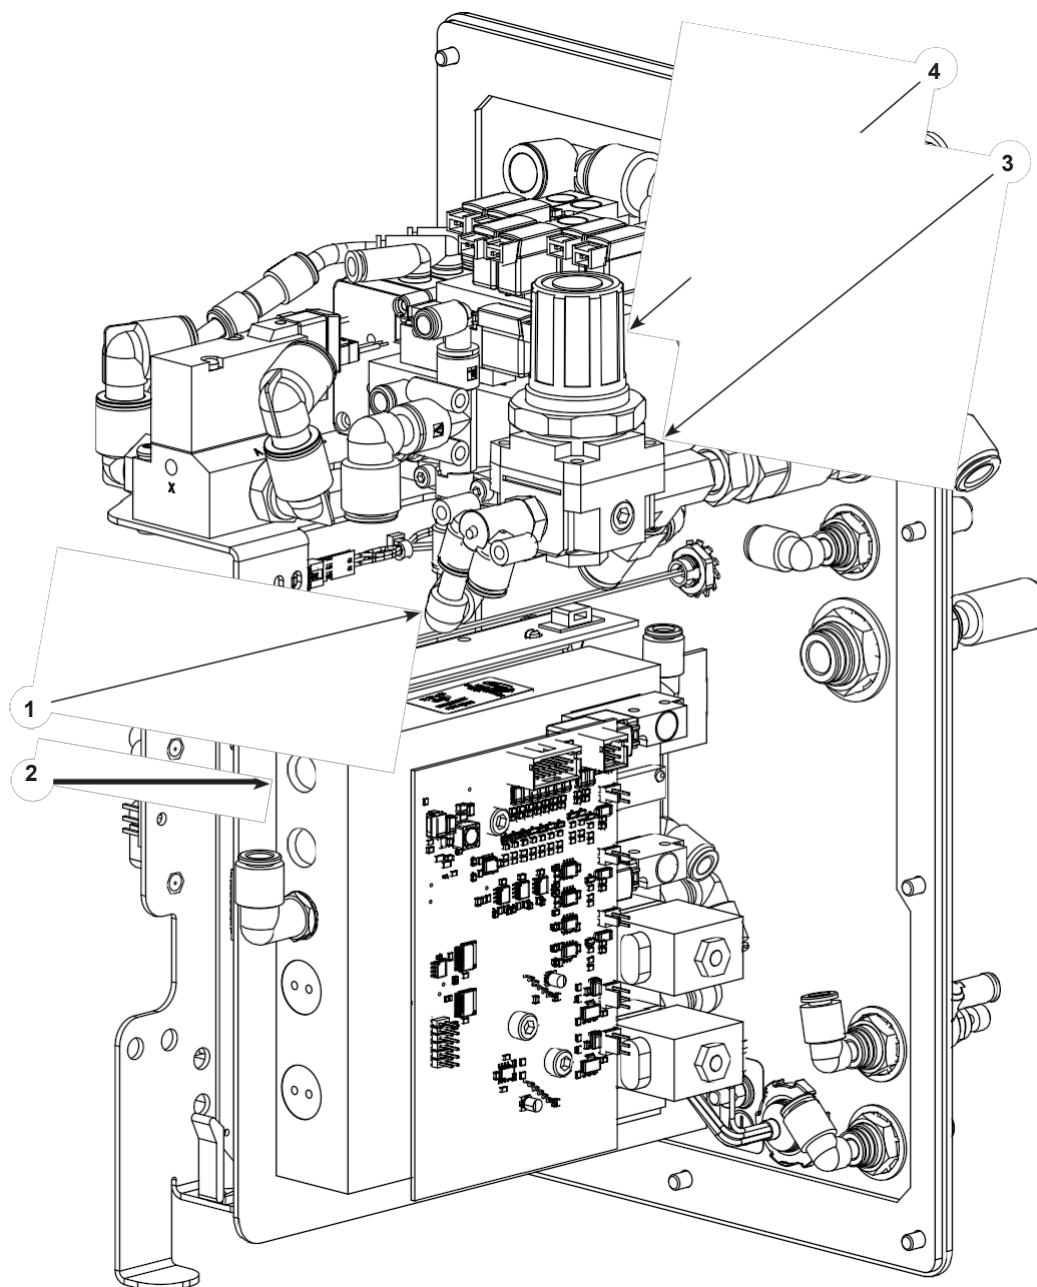

Figura 7-4 Regulador Ajuste
Véase la figura 7-4.
1. Localice el regulador correcto (3) para el módulo iFlow (2), como se muestra en la figura 7-4.
2. Desenchufe uno de los racores (1) del regulador y enchufe el manómetro en el racor.
5. Empuje el botón regulador (4) para bloquear el ajuste.